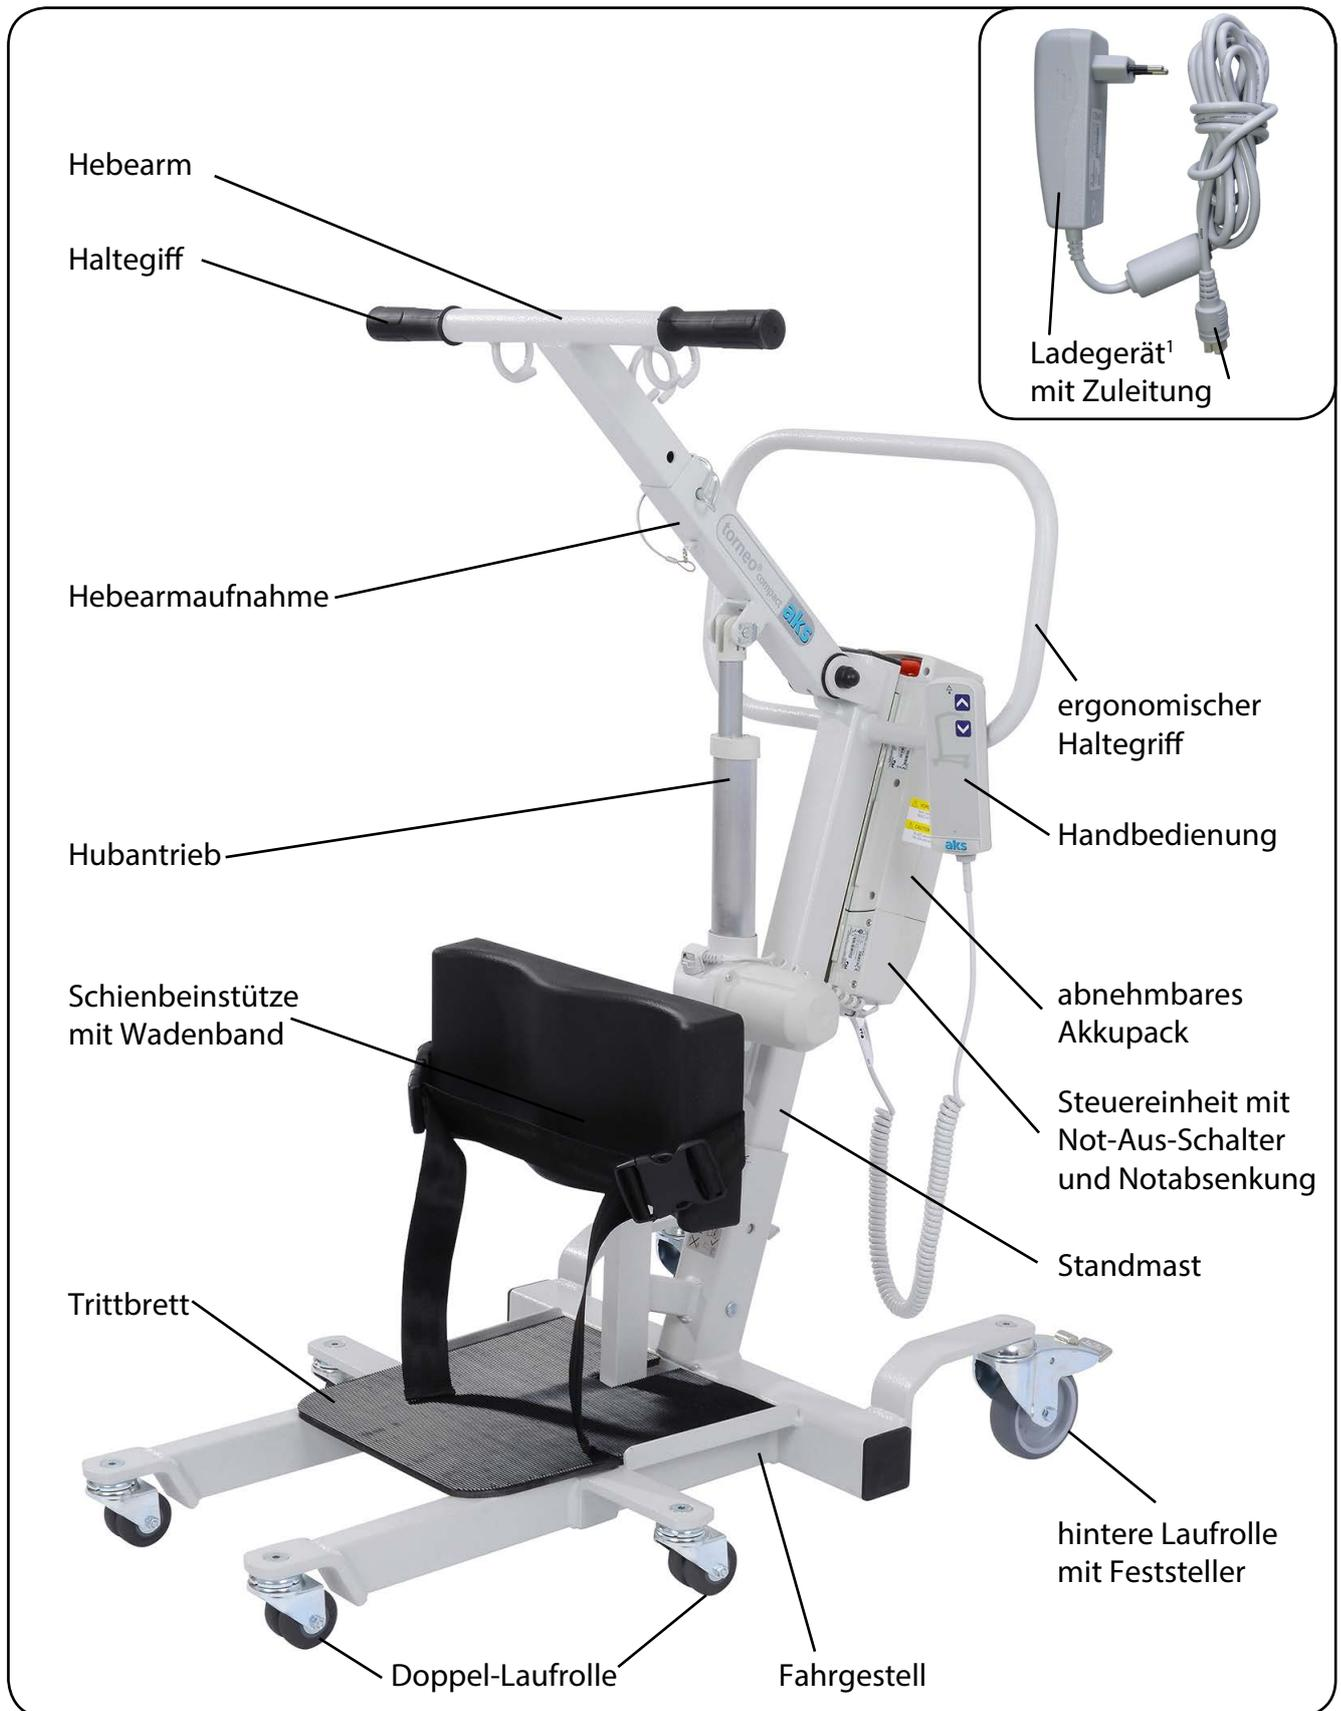
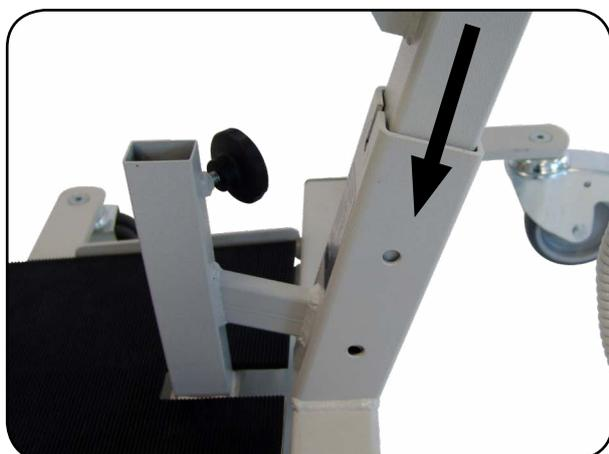

Abb. 5.01 – torneo® compact
Abb. 6.2.03 – Standmast in Standmastaufnahme positionieren
6. Stecken Sie den Standmast, in Fahrtrichtung zeigend, in die Standmastaufnahme am Fahrgestell (Abb. 6.2.03 und Abb. 5.01).